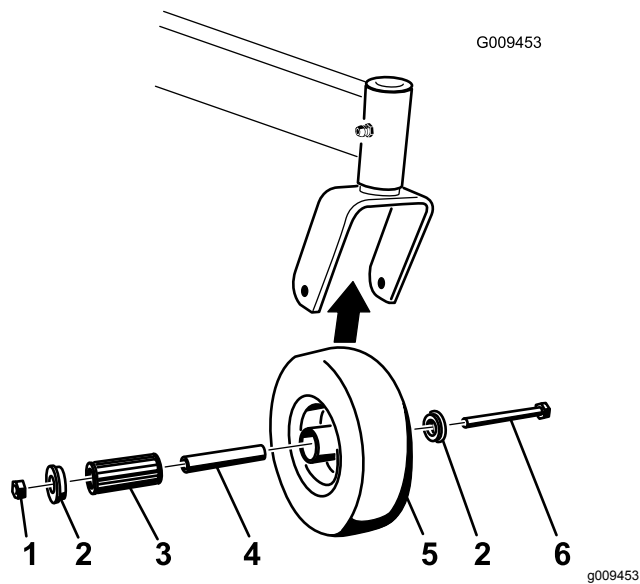

Figure 60
1. Enlevez le contre-écrou et le boulon de fixation de la roue pivotante à la chape (Figure 60).
- Enlevez une bague, puis sortez la douille pour clé et le roulement à rouleaux du moyeu de roue (Figure 60).
- Enlevez l'autre bague du moyeu, puis nettoyez la graisse et les saletés éventuellement présentes dans le moyeu (Figure 60).
Remarque: Remplacez les pièces endommagées ou usées (Figure 60).
- Placez une bague dans le moyeu de roue (Figure 60).
- Lubrifiez le roulement à rouleaux et la douille pour clé, et insérez-les dans le moyeu (Figure 60).
- Mettez la deuxième bague dans le moyeu (Figure 60).
- Montez la roue pivotante dans la chape à l'aide du boulon et du contre-écrou (Figure 60).
- Serrez le contre-écrou jusqu'à ce que la base de la douille pour clé soit en appui contre l'intérieur de la chape (Figure 60).